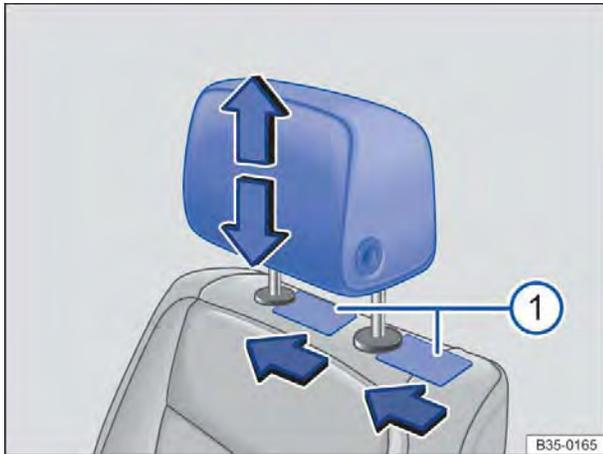

Fig. 48 Desinstalar o apoio para cabeça dianteiro.
- Empurrar um objeto plano, por exemplo, um cartão de plástico, respectivamente nos dois lados entre o revestimento do encosto do banco e a capa de cobertura da barra guia do apoio para cabeça e, ao mesmo tempo, com uma leve pressão, destravar as barras retentoras \Rightarrow Fig. 48 ①.